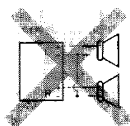
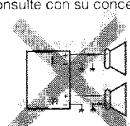
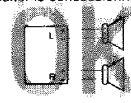

Fig. 1
Fig. 2
Fig. 3
- If the speaker wiring in your car is as illustrated in Fig. 1 and Fig. 2 below, **DO NOT** connect the unit using that original speaker wiring. If you do, the unit will be seriously damaged. Redo the speaker wiring so that you can connect the unit to the speakers as illustrated in Fig. 3.
- If the speaker wiring in your car is as illustrated in Fig. 3, you can connect the unit using the original speaker wiring in your car.
- Si le câblage des enceintes de votre voiture est réalisé comme montré sur la Fig. 1 ou Fig. 2 ci-dessous, **NE CONNECTEZ PAS** l'appareil en utilisant ce câblage original d'enceintes. Si vous le faites, l'appareil sera sérieusement endommagé. Recommencez le câblage des enceintes de façon que vous puissiez connecter l'appareil aux enceintes comme montré sur la Fig. 3.
- Si le câblage des enceintes de votre voiture est comme montré sur la Fig. 3, vous pouvez connecter l'appareil en utilisant ce câblage original d'enceintes pour votre voiture.